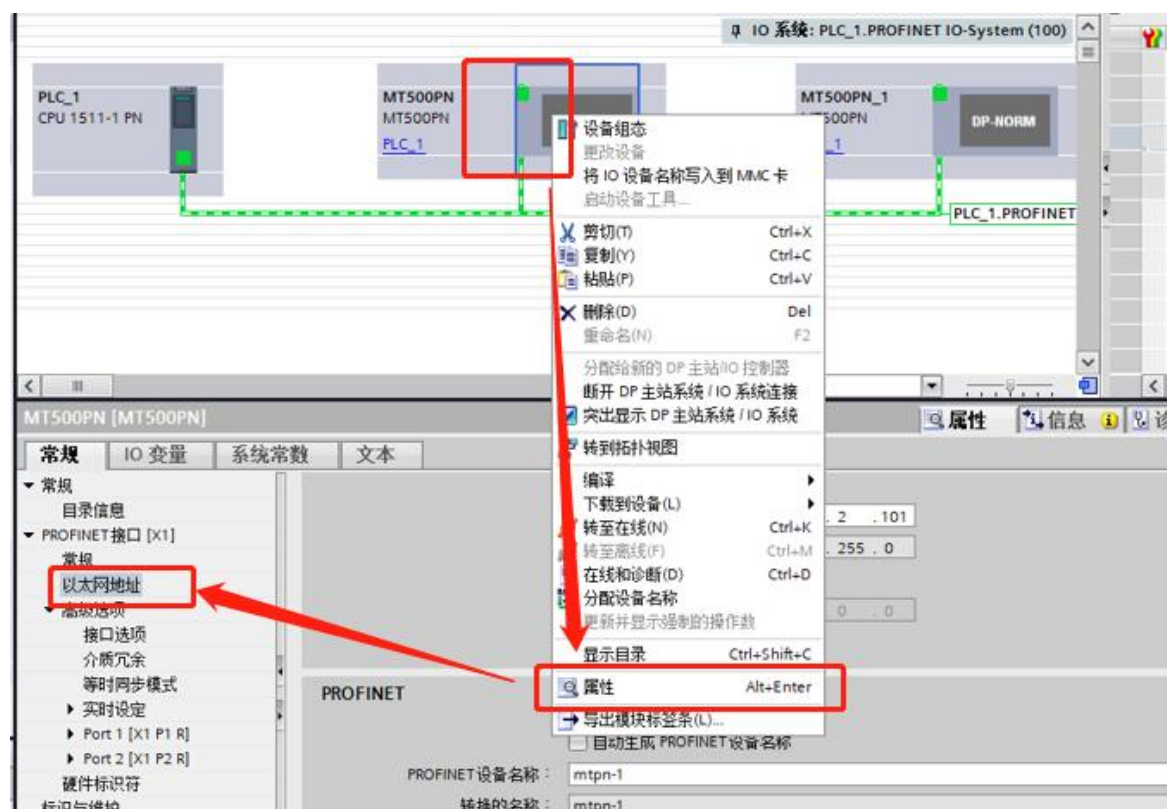

图 20 设置从站 IP 地址及设备名称
(3) 如图 20 所示：选中从站的网络接口，右键选择“属性”->“常规”->“以太网地址”，设置从站的 IP 地址和设备名称